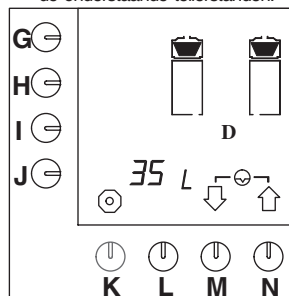

Fig. 54 Dagteller koffiezetsysteem resetten
- Druk op selectietoets (M.)↓ tot fig. 54 in het display verschijnt.